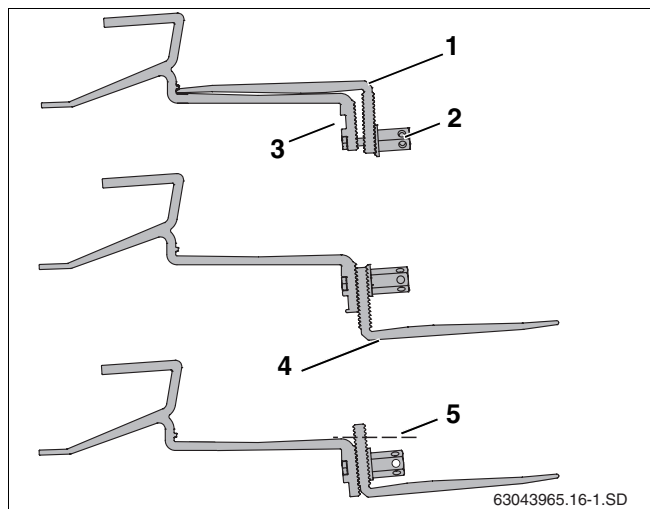

Fig. 14 Fissaggio del gancio da tetto sul travetto
Per certi tipi di coperture del tetto, affinché il gancio da tetto sia bene a contatto con la tegola, potrà essere necessario puntellare la parte inferiore del gancio da tetto (fig. 14, **pos. 4**) con delle assi/tavole.
- Svitare il dado esagonale lungo (fig. 14, **pos. 2**).
- Infilare la vite nel foro superiore (fig. 14, **pos. 3**).
- Fissare con un po' di gioco la parte inferiore del gancio da tetto (fig. 14, **pos. 1**). Non serrare ancora il collegamento.